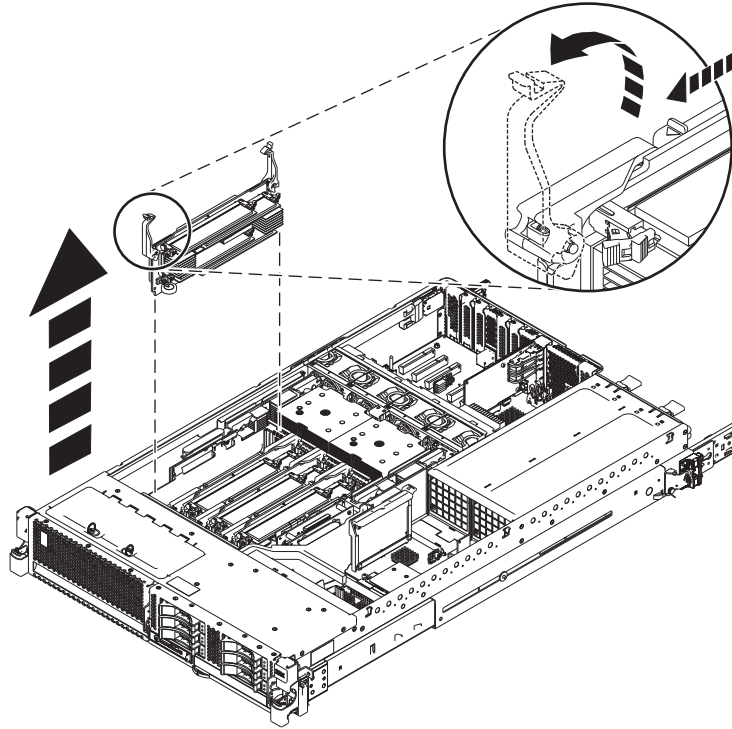

図4. メモリー・モジュール・ライザーの取り外し
9. メモリーを既存のライザーに追加する場合、ロッキング・タブを引いて開位置にして、メモリー・ライザーをシステムから持ち上げ、システムから取り外します。 12 ページの図 4 を参照してください。